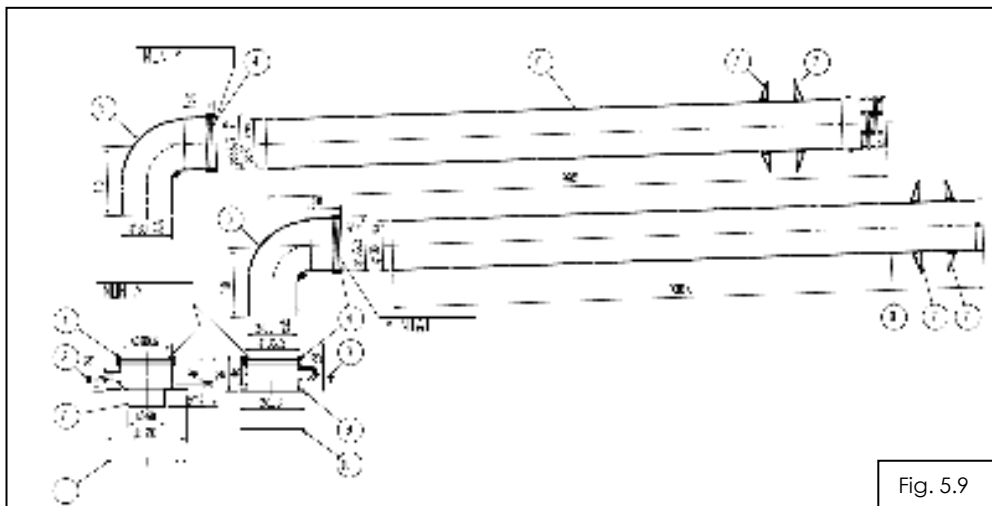

Fig. 5.9
**Kitul dual, fig. 5.9 se livrează doar la cerere.** Kitul dual este format din două conducte: una pentru admisie aer și una pentru evacuare gaze arse de același diametru, Ø80mm, din două coturi de 90° și din garniturile aferente.